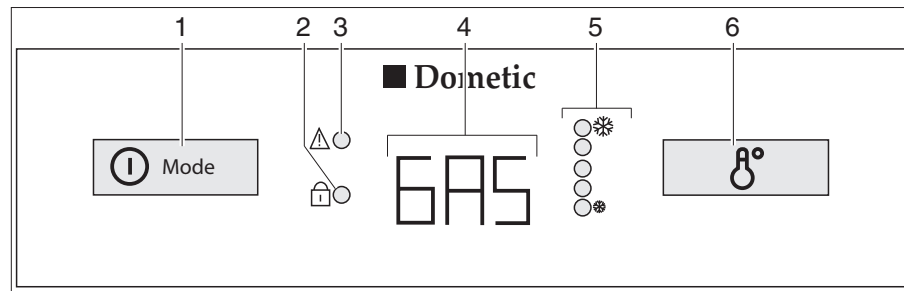

Fig. 324 Elementos de mando para el frigorífico (Dometic de la serie 8 con AES)
Con averías, parpadeará el visualizador LED avería "⚠" (Fig. 324,3).
Si **no** está conectada la alimentación de 230 V y el motor del vehículo está **desconectado**, el AES selecciona el suministro de gas. Al seleccionar el suministro de gas se abre automáticamente el seguro de encendido, de forma que puede fluir gas hacia el quemador. Simultáneamente se conecta el encendedor electrónico. Si se apaga la llama de gas, p. ej. debido a un golpe de viento, el encendedor se activa inmediatamente y enciende de nuevo el gas. Con una avería en el funcionamiento a gas, en el piloto (Fig. 324,4) parpadeará el texto "GAS".
Una vez conectado, el frigorífico selecciona automáticamente el ajuste medio del termostato. Este ajuste puede regularse posteriormente a mano con el conmutador para el ajuste de temperatura (Fig. 324,6). Los visualizadores LED (Fig. 324,5) indican el ajuste seleccionado del termostato. Con el interruptor se ajusta la temperatura de refrigeración para los tres tipos de energía. Pasan algunas horas hasta que el frigorífico alcanza la temperatura de servicio normal. Al conmutar el modo de funcionamiento se mantiene el ajuste del termostato. La temperatura de refrigeración se mantiene independientemente del tipo de energía.
- Pulsar el conector/selector de energía (Fig. 324,1) 2 segundos para conectar el aparato. Se visualiza el último modo de funcionamiento seleccionado en el piloto (Fig. 324,4).
- Seleccionar el tipo de energía con el conector/selector de energía (Fig. 324,1).
- La temperatura de refrigeración puede ser ajustada en el conmutador para el ajuste de temperatura (Fig. 324,6). Los visualizadores LED (Fig. 324,5) indican el ajuste seleccionado del termostato.
- Pulsar el conector/selector de energía (Fig. 324,1) 2 segundos. Todos los visualizadores se apagan.